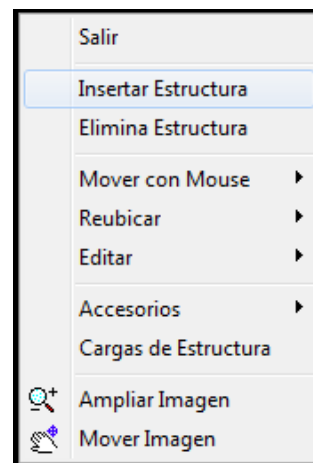

Fig. 52
- b) Activar la opción de Insertar Estructura, mediante el ícono , ó en el menú Pop Up (Fig. 52) que se activa con el botón derecho del ratón.